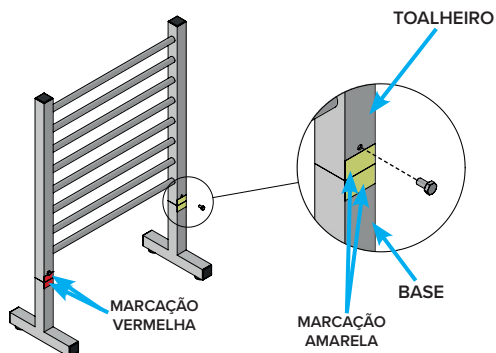

Figura 19 – Instalação dos Parafusos no Toalheiro
**3. INSTALAR** os Parafusos Sextavados M6 x 12 mm nos respectivos furos e **APERTAR** adequadamente (Figura 19);